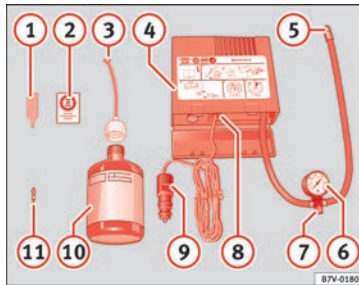

Abb. 59 Prinzipdarstellung: Bestandteile des Pannensets
- Ventilkappe und Ventileinsatz vom Reifenventil abschrauben. Verwenden Sie den Ventileinsatzdreher » **Abb. 59** ① zum Heraus-schrauben des Ventileinsatzes. Legen Sie den Ventileinsatz auf einem sauberen Untergrund ab.
- Reifendichtmittelflasche kräftig schütteln » **Abb. 59** ⑩.
- Schrauben Sie den Einfüllschlauch » **Abb. 59** ③ auf die Dichtmittelflasche. Die
- Verschlussstopfen vom Einfüllschlauch » **Abb. 59** ③ entfernen und das offene Ende ganz auf das Reifenventil stecken.
- Ventileinsatz mit dem Ventileinsatzdreher » **Abb. 59** ① wieder in das Reifenventil schrauben.
- Reifenfüllschlauch » **Abb. 59** ⑤ des Luftkompressors fest auf das Reifenventil schrauben.
- Prüfen, ob die Luftablassschraube » **Abb. 59** ⑦ zuge dreht ist.
- Stecker » **Abb. 59** ⑨ in die 12 Volt-Steckdose des Fahrzeugs stecken »  Seite 139.
- Luftkompressor mit dem EIN- und AUS-Schalter » **Abb. 59** ⑧ einschalten.